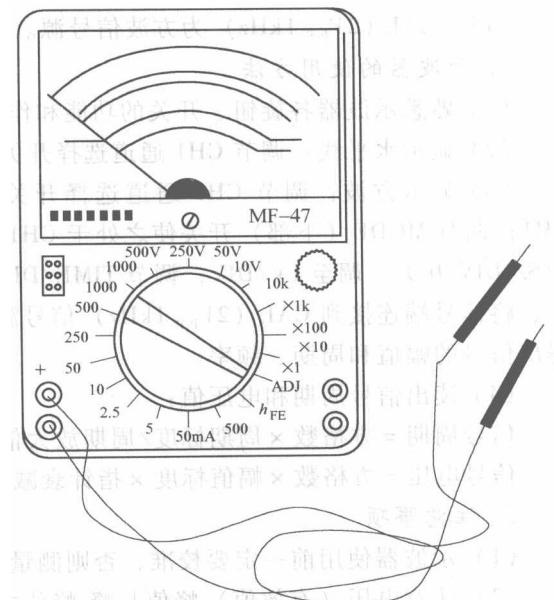

图 1-3 指针式万用表
1. 指针式万用表 如图 1-3 所示，指针式万用表是具有多种用途和多个量程的直读式仪表，用来测量交、直流电压和电流及电阻等电量。正确、安全使用万用表，应注意以下事项：